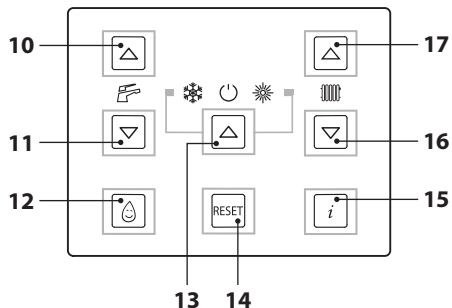

Рисунок 2.3
- Нажать и удерживать в течение 2 секунд кнопку 13, пока на дисплее не появятся символы  и  (Рисунок 2.3).